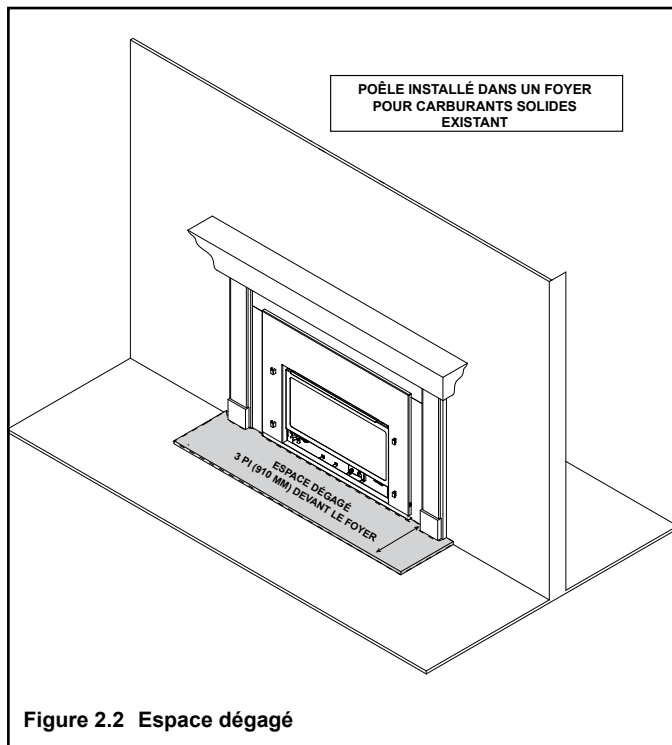

Figure 2.2 Espace dégagé
**AVERTISSEMENT! NE PAS** placer d'objets combustibles devant le foyer ou bloquer les grilles de transfert. De hautes températures sont susceptibles de causer un incendie. Voir la Figure 2.2.